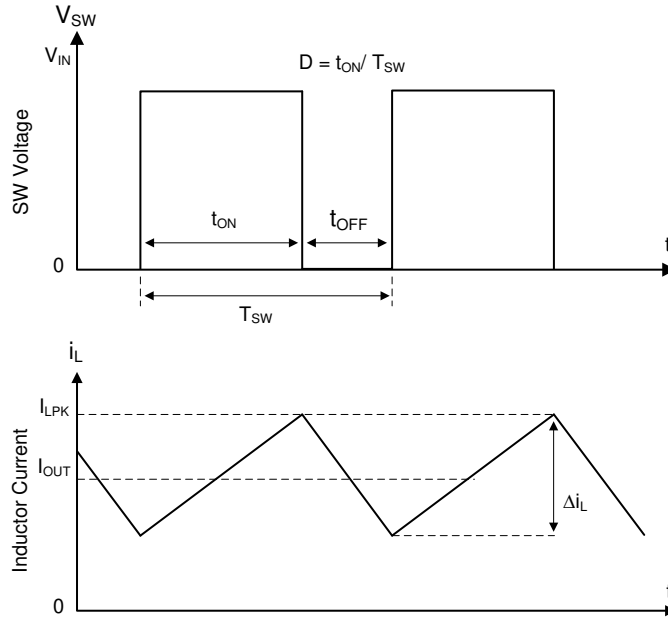

图 6-1. 连续导通模式 (CCM) 下的 SW 节点和电感器电流波形
TPS54538 的以下运行说明涉及功能方框图和图 6-1 中的波形。TPS54538 是一款同步降压转换器，具有集成式高侧 (HS) 和低侧 (LS) MOSFET (同步整流器)。TPS54538 通过使用受控的占空比打开高侧和低侧 NMOS 开关来提供稳定的输出电压。高侧开关导通期间，SW 引脚电压上升至约  $V_{IN}$ ，电感器电流  $i_L$  以线性斜率  $(V_{IN} - V_{OUT})/L$  增加。当高侧开关被控制逻辑断开时，低侧开关在经过反击穿死区时间后将会导通。电感电流通过低侧开关以斜率  $-V_{OUT}/L$  放电。降压转换器的控制参数为占空比  $D = t_{ON}/t_{SW}$ ，其中  $t_{ON}$  是高侧开关导通时间， $t_{SW}$  是开关周期。转换器控制环路通过调整占空比  $D$  来维持恒定的输出电压。在可忽略损耗的理想降压转换器中， $D$  与输出电压成正比，与输入电压成反比： $D = V_{OUT}/V_{IN}$ 。